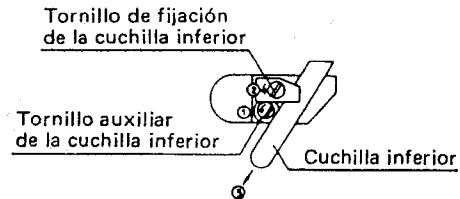

Figura 44
1. Gire el tornillo auxiliar de la cuchilla inferior hacia la izquierda 45 grados (1/8 de vuelta) para soltar la presión que actúa en la cuchilla inferior. (Figura 44)
2. Afloje el tornillo de fijación de la cuchilla inferior para extraer la cuchilla inferior utilizada. (Figura 44)
3. Coloque la cuchilla nueva en su lugar, desde abajo, de manera que se adapte al corte de la placa aguja. Apriete el tornillo de fijación de la cuchilla inferior de forma que la punta de la cuchilla inferior este nivelada con la superficie de la placa aguja, como muestra en la Figura 44.